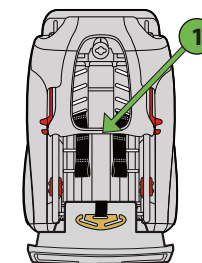

Figure 23
Acheminez les sangles du harnais sous la couverture du dossier du siège (1), tel qu'illustré dans la **Figure 23**.